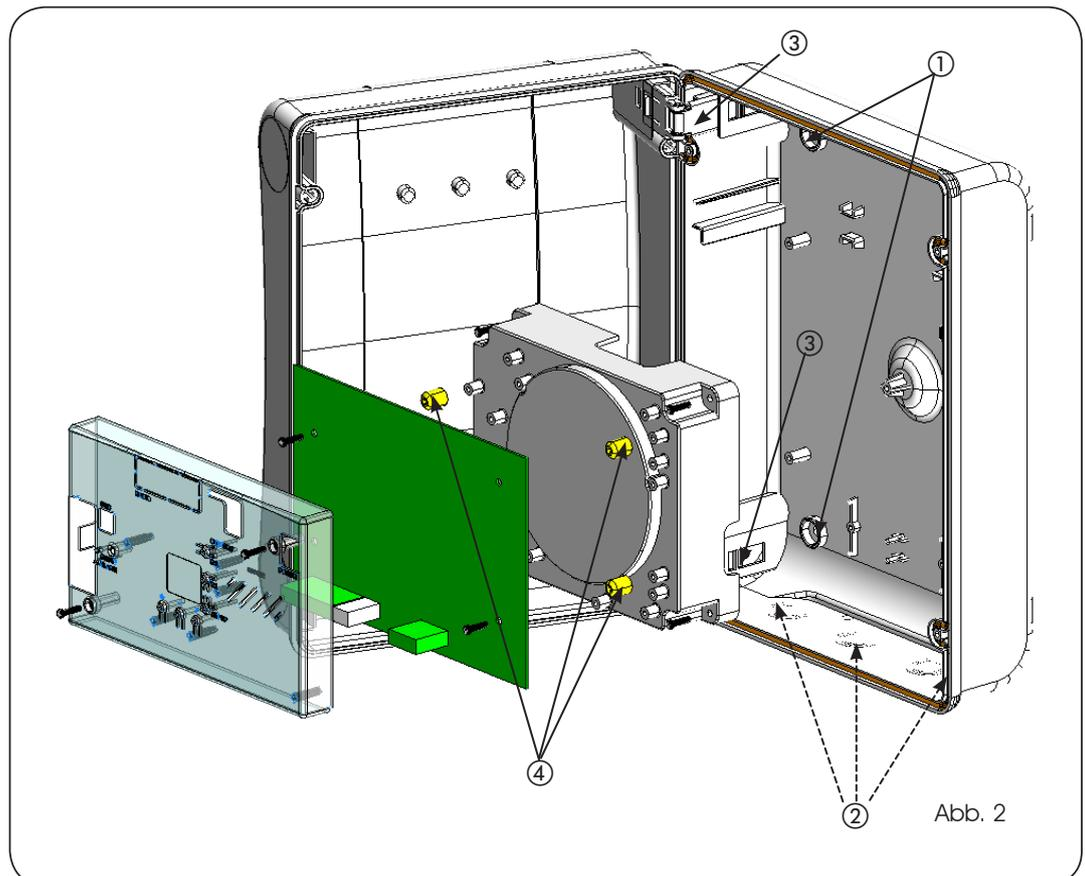
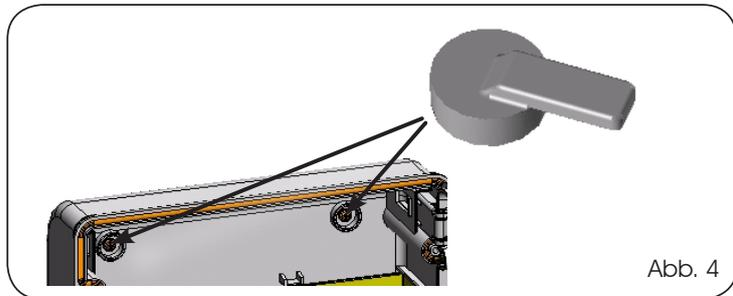

Abb. 2
Abb. 4
In der Abb. 2 sind die vier Bohrungen $\varnothing 5$ mm für die Wandbefestigung des Kastens (Bez. ①), die drei Vorrichtungen für die Montage der Kabelverschraubungen M16/M20/M25 (Bez. ②) und die beiden Deckelscharniere (Bez. ③) dargestellt.
Nach der Befestigung des Kastens an der gewählten Position die Befestigungsöffnungen (Bez. ①, Abb. 2) sowie die verwendeten Schrauben mit den mitgelieferten Abdeckungen abdecken (siehe Abb. 4).